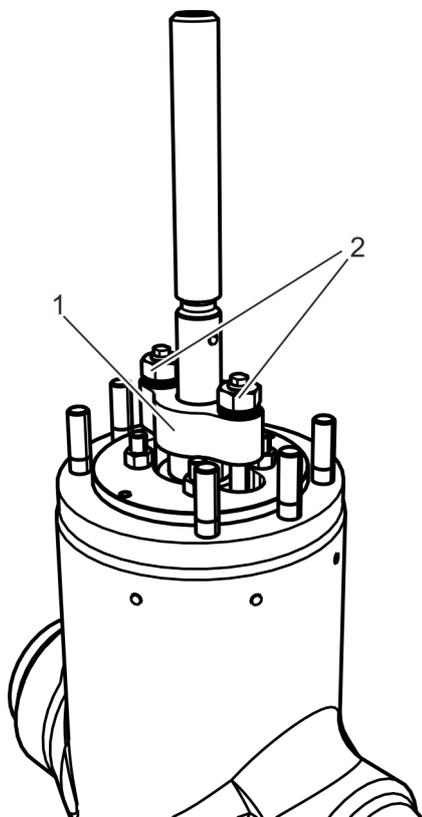

Fig. 22: Montage du fouloir de presse-étoupe
15. Placer le fouloir de presse-étoupe (Fig. 22/1) et le visser uniformément avec les écrous (Fig. 22/2) selon les indications du fabricant.